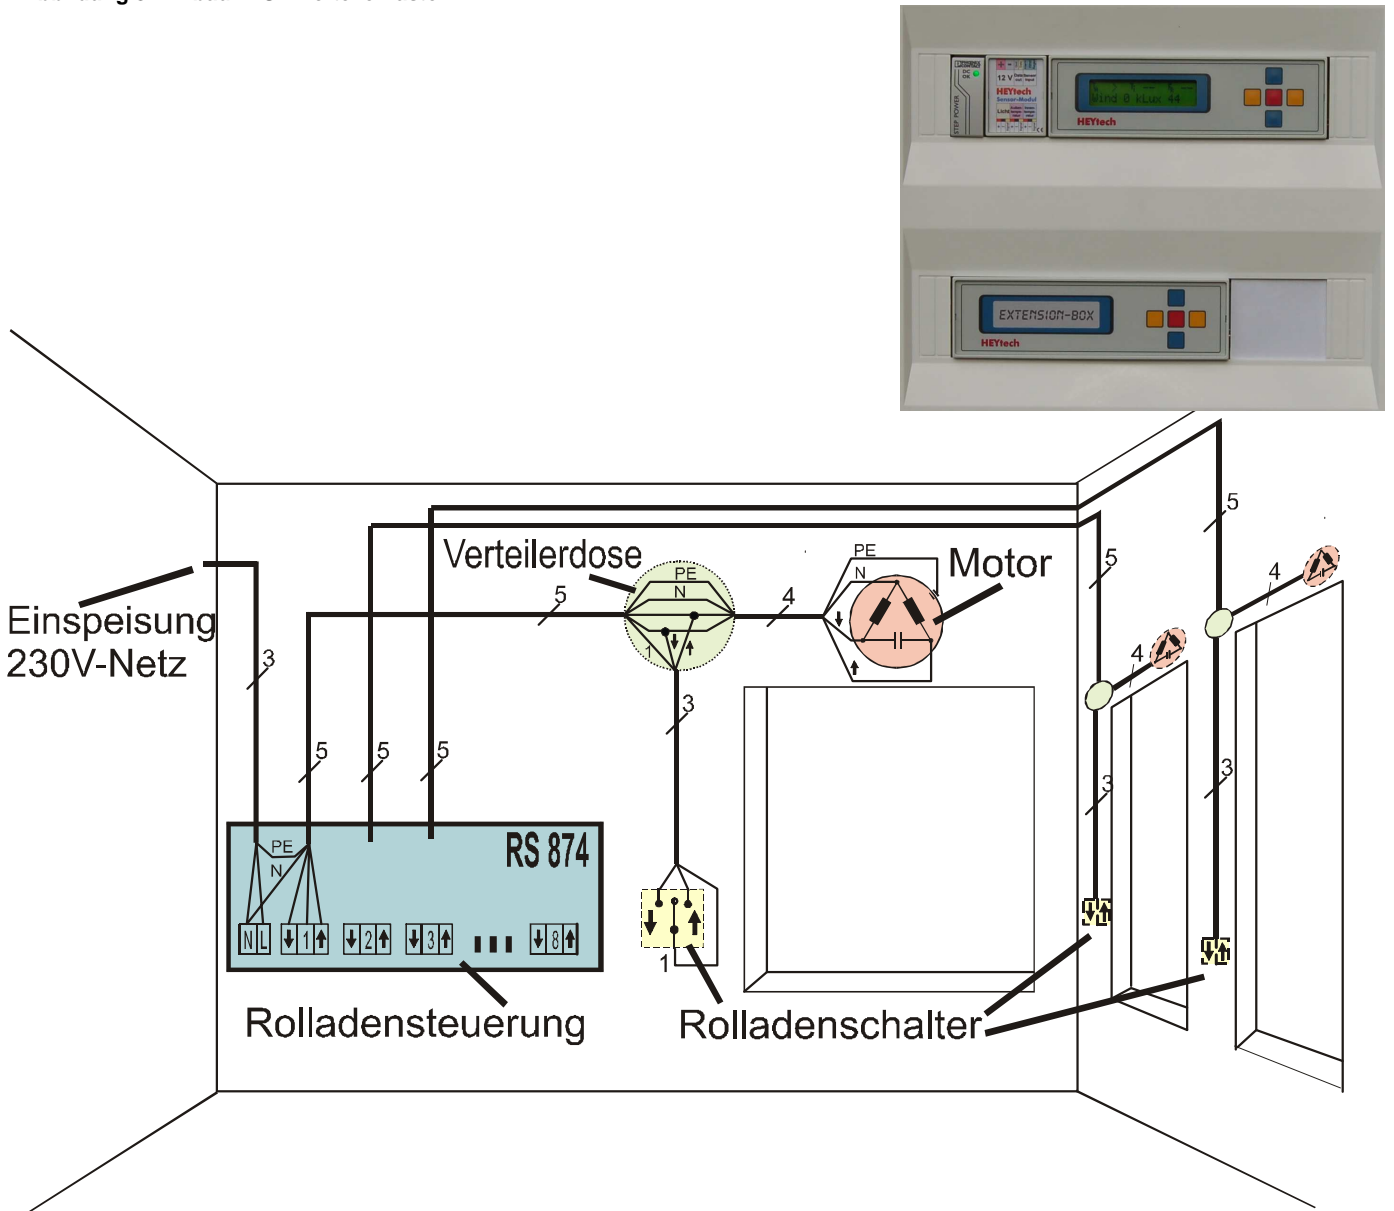

Abbildung 9: Leitungsführung
- Beachten Sie die in den Abbildungen 1 bis 7 dargestellten Anschlussbilder. Die Leitungsführung erfolgt zweckmäßig gemäß Abbildung 9.